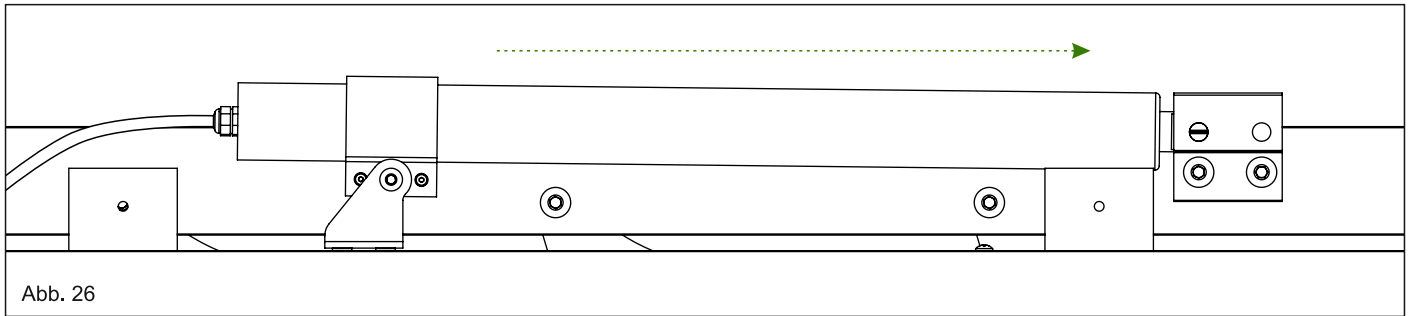

Abb. 26
11.4. Schieben Sie nun den gesamten Motor in der Motorhalterung, sodass die erste Öffnung des Motorhalterungsarms mit der Öffnung des Motorarms parallel liegt ohne den Motorarm zu bewegen. Ziehen Sie Die Mutter am Halterungsarm zu sobald der Motor korrekt sitzt. Siehe Abb. 26.